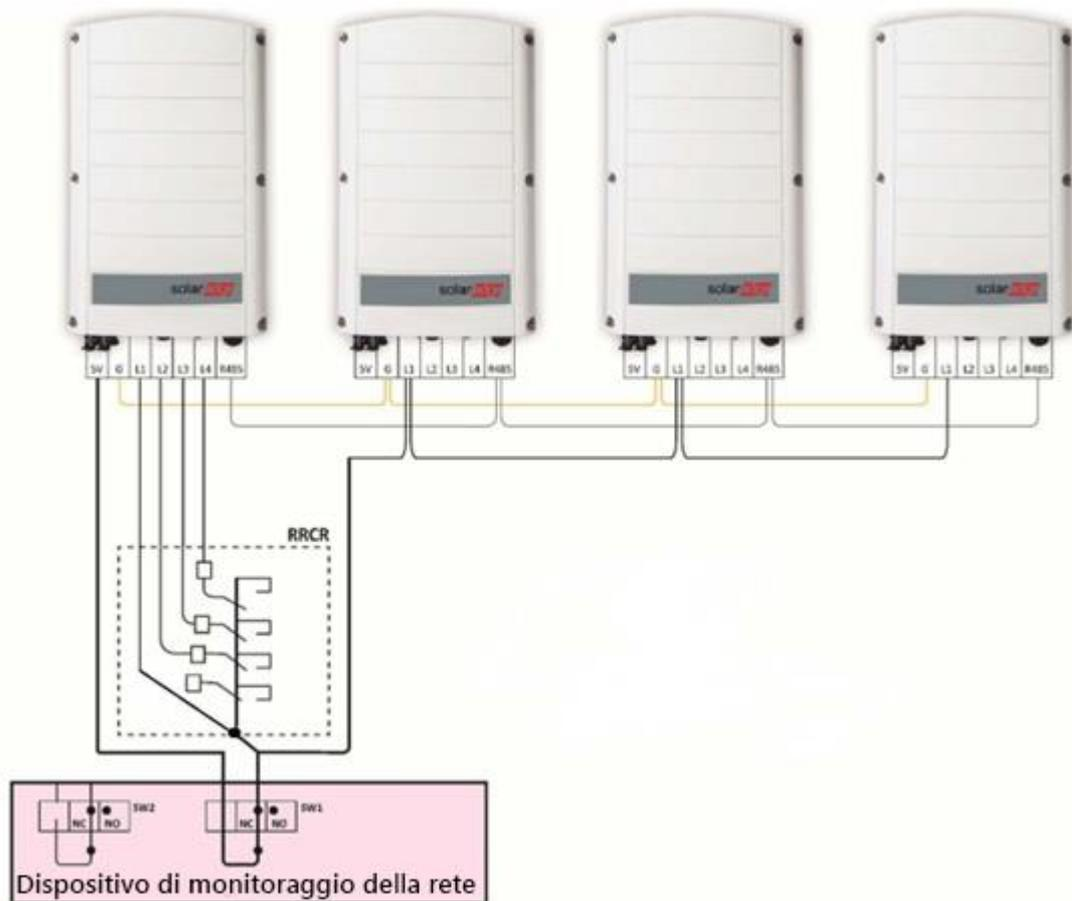

Figura 4: Sistema a inverter multipli con RRCR
- Aggiornate la figura 4 e la figura 6.
- **Versione 1.4, marzo 2019** - modificate la figura 4 e la figura 6 (sostituito il dispositivo di protezione secondario con il dispositivo di monitoraggio della rete ed eliminati K1, K2 e K3).